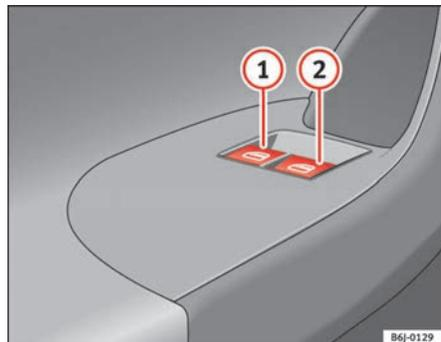

Fig. 47 Dettaglio della porta del conducente: comandi per l'apertura e la chiusura dei finestrini anteriori.
I tasti ⇒ pag. 90, fig. 47 ①, ② hanno due livelli per l'apertura e due per la chiusura dei finestrini. In questo modo è più facile eseguire le operazioni di apertura e chiusura.